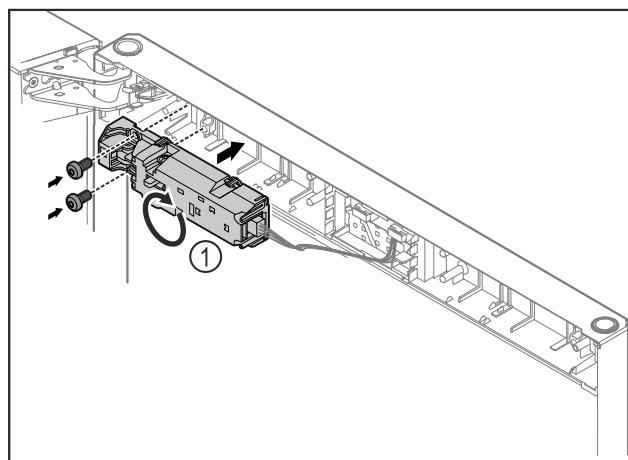

Fig. 13
- Otočte diaľkový zámok Fig. 13 (1) o 180° a upevnite ho na opačnej strane.